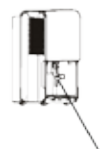
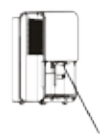

Fig. 7
Fig. 8
- Si le tuyau de la pompe diminue lorsque vous retirez le seau (Voir Fig.7), vous devez réinstaller le tuyau de la pompe correctement à l'unité avant de remplacer le seau dans l'unité (Voir Fig.8).